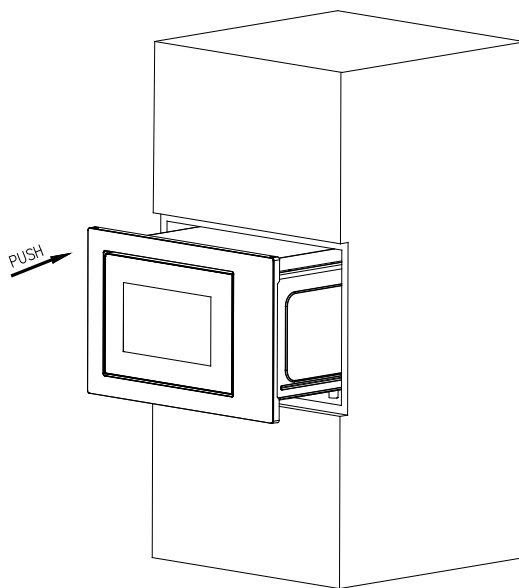

Fig.1
- a) Inserire il forno a microonde nell'armadio incassato e spingerlo in avanti fino in fondo. (Fig. 1)